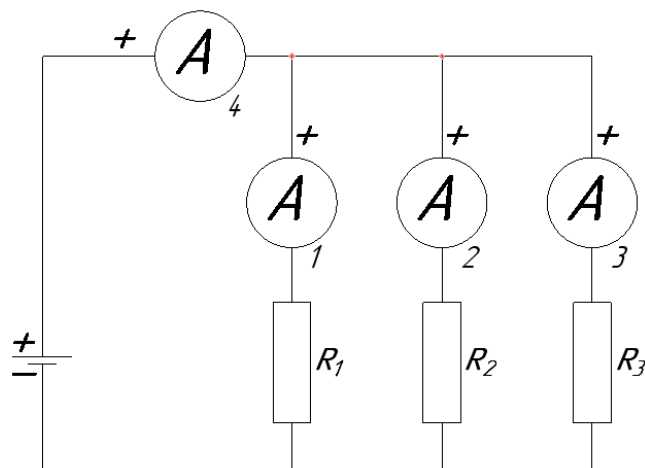

Рисунок 2.2.4 – Схема подключения амперметра при параллельном соединении резисторов
- 7) Измерить силу тока в ветвях цепи (рисунок 2.2.4), результаты записать в строку 2 таблицы 2.2.3.